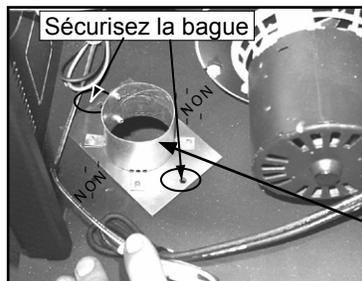

Figure 19.2
- Alignez et sécurisez l'ensemble de collier à l'aide de 2 des 4 trous comme montré. **Figure 19.2.**